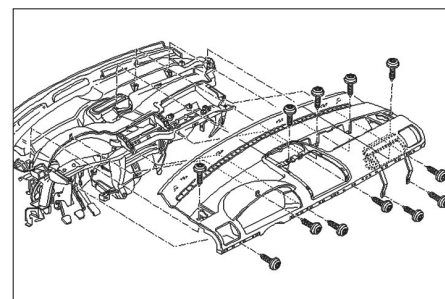

Fig. 22
• Déposer les douze vis (Fig.22).